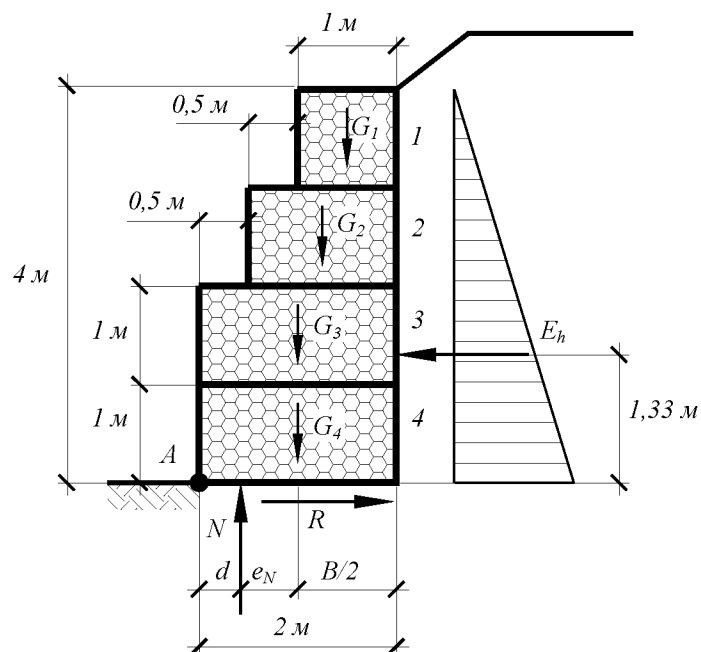

Рисунок 1 – Расчетная схема для вычисления внешней устойчивости массивно-объемной габионной стены
**Задача 1.** Определить устойчивость против сдвига массивно-объемной габионной стены со ступенчатой лицевой гранью (рисунок 1), расположенной на участке автомобильной дороги II категории. Стена состоит из коробчатых габионов высотой 1 м, выполненных из сетки № 100 с диаметром проволоки 3,0 мм. Удельный вес каменного материала заполнения габионной конструкции  $\gamma_s = 26 \text{ кН/м}^3$ , пористость составляет  $n = 0,30$ . Основанием стены служит грунт с расчетным углом внутреннего трения  $\varphi = 30^\circ$ , сцеплением  $c = 8 \text{ кПа}$  и удельным весом  $\gamma = 18,9 \text{ кН/м}^3$ . Ширина основания габионной стены  $B = 2 \text{ м}$ . Расчет ведется на горизонтальное давление грунта на стену  $Eh = 45 \text{ кН/м}$ .